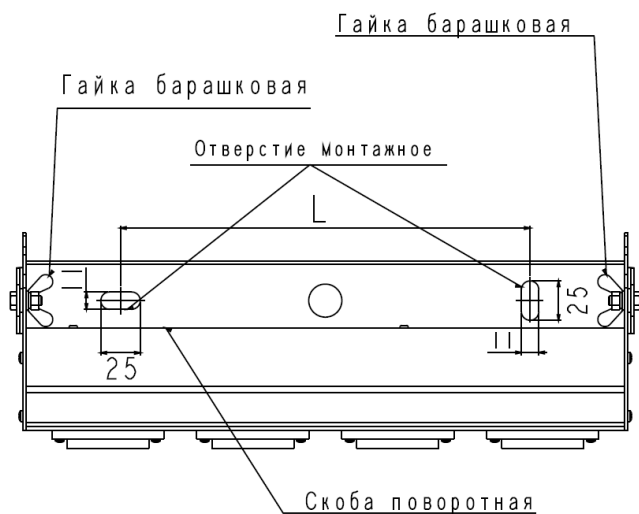

Рис.1
- закрепить светильник через монтажные отверстия.Размеры монтажных отверстий и их положение указано на рис.1), расстояние между монтажными отверстиями: